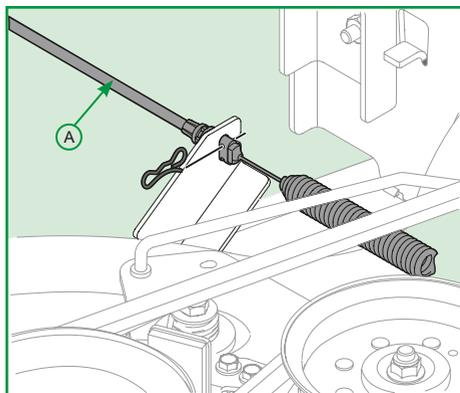

Figura 6
5. Cuidadosamente, fixe o cabo do PTO (A) no suporte que está localizado na traseira da plataforma de corte com o grampo de segurança e fixe a mola no suporte da plataforma de corte, conforme a Figura 6;